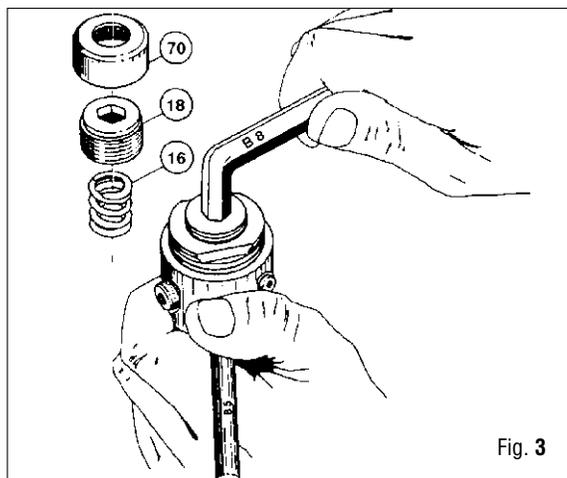

Fig. 3
6. Quite el casco de protección (70). (Fig. 3)
7. Con la llave hexagonal (B-8), destornillar la tuerca de regulación (18) y extraer el muelle (16). (Fig. 3)